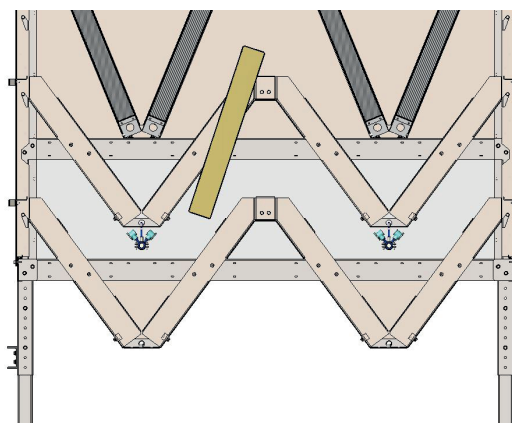

Рис. 2
- 2) Панель упирается в направляющие (Рис. 2);